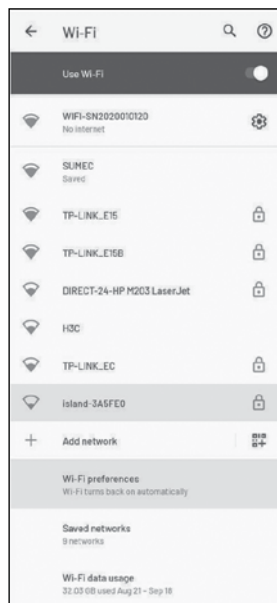

Рис. 42
3. На странице выбора Wi-Fi на смартфоне (страница выбора на рис. 42) выберите сеть, имя которой начинается с «WIFI-SNxxxxxxxxxx».